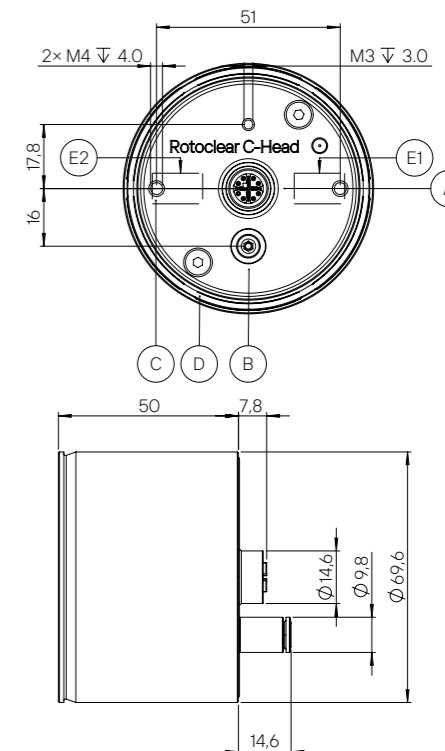

Abbildung 3
Die Gewinde sitzen in einer Achse mit den Positionen der Kameraoptik(en) (Abb. 3-E1, je nach Ausstattung Abb. 3-E2). Für eine Ausgabe im Querformat müssen die Schraubpositionen (Abb. 3-C) auf einer Horizontalen liegen. Für Hochformat entsprechend auf einer Vertikalen.
Um den Durchbruch in der Gehäusewand abzudichten, legen Sie den beiliegenden Dichtungsring in die dafür vorgesehene Nut (Abb. 3-D) ein.
Als Befestigungsschnittstelle befinden sich, wie oben beschrieben, zwei M4-Gewinde (Abb. 3-C) auf der Rückseite des Gehäuses. Zur Befestigung sind die zwei auf der Rückseite im Abstand von 51
mm befindlichen M4-Gewinde (Abb. 3-C) zu verwenden.
**!** Das an die Schnittstelle (Abb. 3-A) angeschlossene Datenkabel sowie die Sperrluftleitung (Abb. 3-B) können auch ohne zusätzlichen Schutzschlauch im medienbeaufschlagten Raum verlegt werden, sofern sie ausreichend gegen Beschuss durch Späne oder andere scharfkantige Teile geschützt geführt und alle Steckverbindungen mit dem richtigen Drehmoment angezogen worden sind.
**⚠** Stellen Sie sicher, dass das System stromlos geschaltet ist. Schließen Sie das Datenkabel mit dem Stecker an die entsprechende Schnittstelle (Abb. 3-A) auf der Rückseite fest an, sodass der Stecker dicht abschließt. Das Anzugsdrehmoment für die M12-Steckanschlüsse beträgt 0,6 Nm. Verbinden Sie den Steckverbinder mit Ihrer Druckluftversorgung (Abb. 3-B).